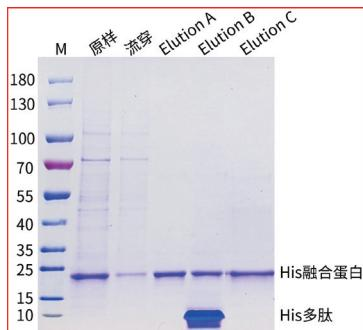

图2.Magneti-Q His标签蛋白纯化试剂盒纯化分泌蛋白的SDS-PAGE电泳图
- 5) 对洗脱产物进行 SDS-PAGE 电泳，结果请见图 2。